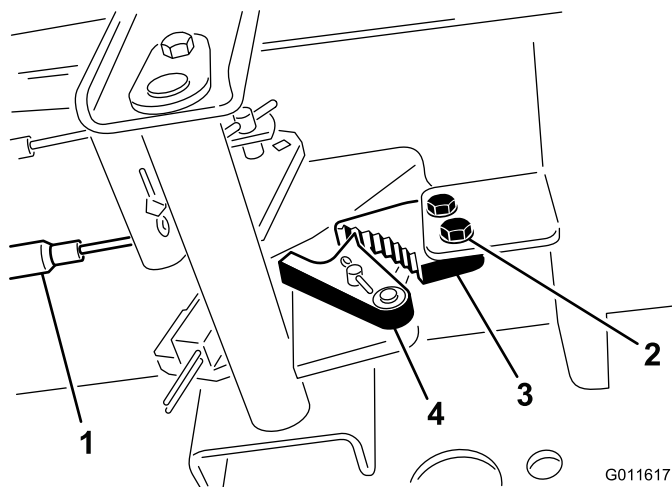

Figura 45
1. Solte os 2 parafusos que prendem a lingueta do travão de mão à estrutura (Figura 45).
2. Carregue no pedal do travão para a frente até o detentor do estacionamento engatar completamente na lingueta do travão (Figura 45).